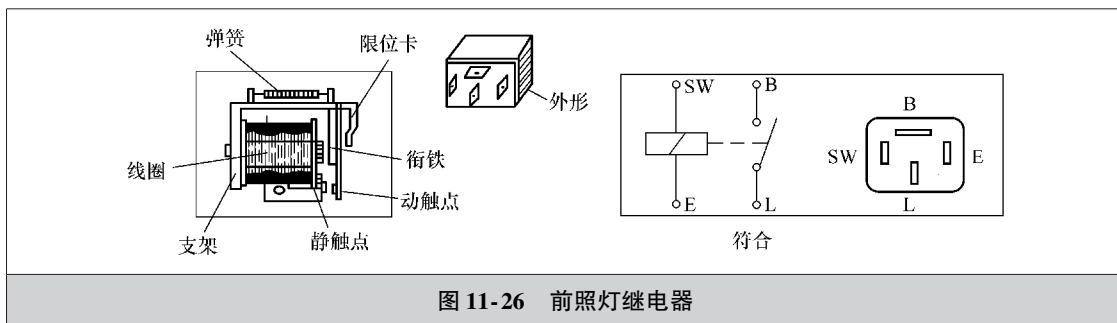

图 11-25 组合式开关
(2) 灯光开关 如图 11-25 所示,目前,汽车上用得较多的是将前照灯、尾灯、转向灯及变光开关等制成一体的组合式开关。灯光开关的形式有拉钮式、旋转式和组合式等多种形式。